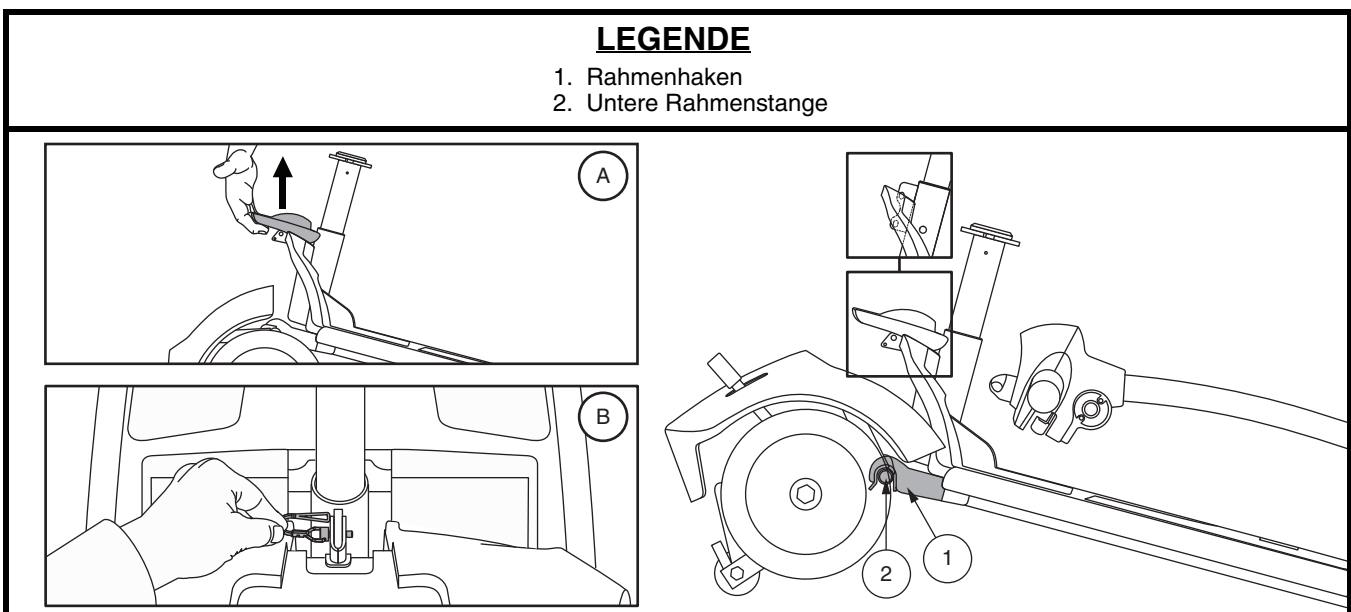

Abb. 26. Rahmenverriegelungshebel (Stil A) and Rahmenverschluss (Stil B)
4. Trennen Sie vorsichtig die beiden Teile. **Siehe Abb. 26.**
HINWEIS: *Kippen Sie den hinteren Teil des Elektromobils vor dem Zusammenbau etwas nach hinten auf die Stützräder, wie in Abb. 26 gezeigt.*
1. Benutzen Vorderteils den Rahmenverriegelungshebel (oder das Hinterteil an der Sitzstütze anheben für Modelle 36, 83 und 84) Sie zum Anheben und richten Sie die Rahmenhaken des Vorderteils an der unteren Rahmenstange des Heckteils aus. **Siehe Abb. 26.**
2. Wenn sich die Rahmenhaken über der unteren Rahmenstange befinden, senken Sie das Vorderteil ab und drehen gleichzeitig das Heckteil. Bei den Modellen 40X, 44X, 40E, 44E, 40LX, 44LX, 50LX, 54LX, 53, 53HD, 54, 54HD, 73 und 74 greift dadurch automatisch die Rahmenverriegelung. Bei den Modellen 36, 83 und 84 müssen Sie zum Abschluss der Rahmenmontage außerdem den Rahmenverschlussstift wieder anbringen. **Siehe Abb. 26.**